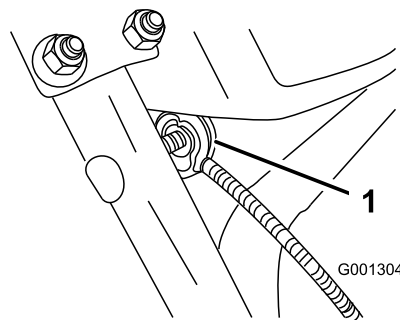

Figura7
3. Scoateți piulița și șaiba de pe mâner, atașați clema de cablu de pe cablu la mâner, montați șaiba și piulița și strângeți manual piulița (Figura7).